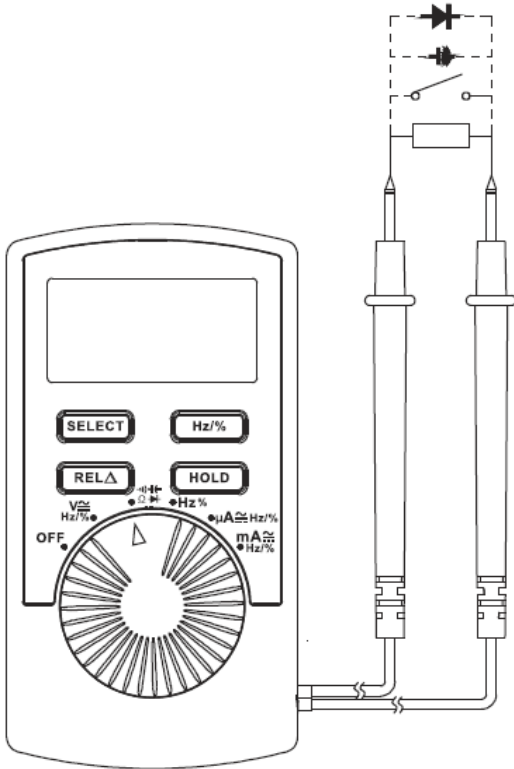

Рисунок 6
5.6. Измерение емкости (см. рисунок 6)